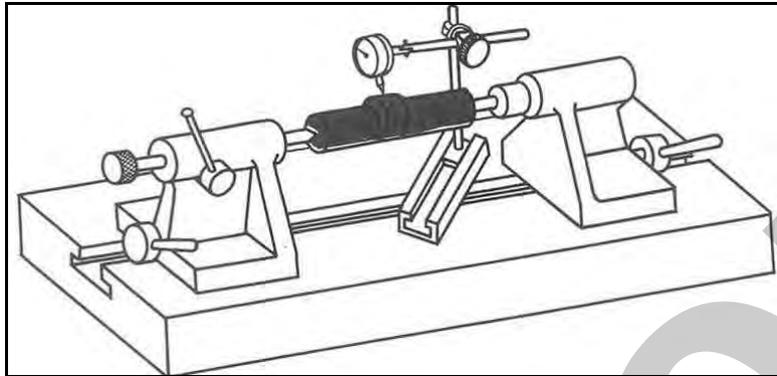

Figura 35 – Verifica eccentricità del pezzo.
5. **Se necessario**, verificare l'eccentricità del pezzo, utilizzando un comparatore e facendo ruotare lentamente il pezzo (a mano) dopo averlo fissato tra le punte (Figura 35).